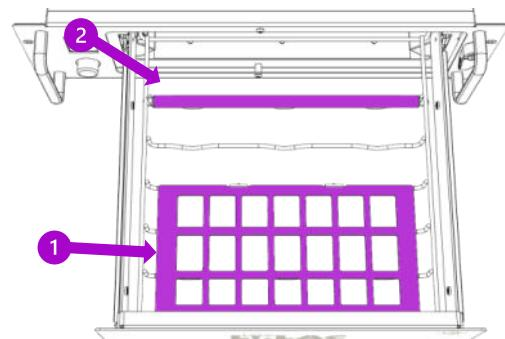

Abb. 4
1. Cable Tray auf das Drahtrost legen (Abb. 4, 1). Das Cable Tray wird magnetisch gehalten.
2. Spiralfeder quer im Bereich der vorderen Querstange einspannen (Abb. 4, 2)